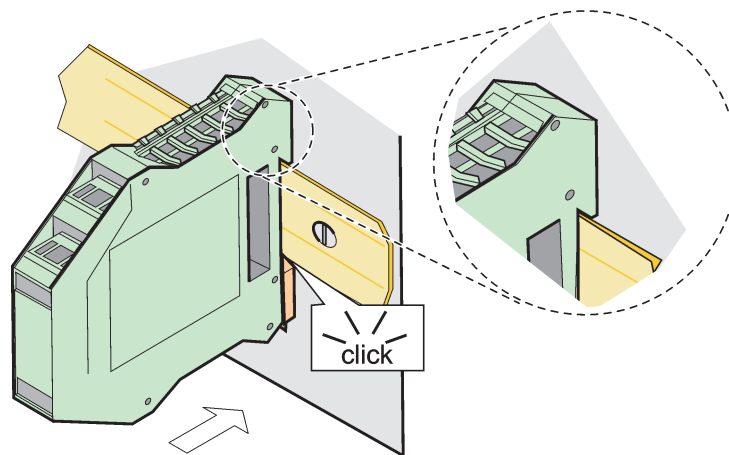

Bild 73 Anbringen eines Erweiterungsmoduls
3. Schwenken Sie das Modul nach unten und drücken es in die DIN-Schiene, bis es hörbar einrastet (Bild 73).